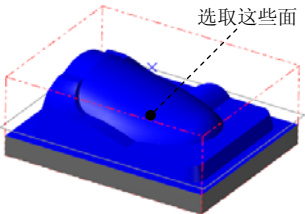

图 17.4 选取加工面
① 选取加工面。在图形区中选取图 17.4 所示的面（共 45 个），单击 Enter 键，系统弹